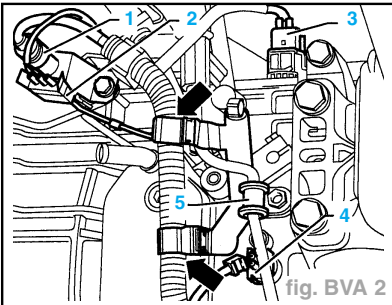

fig. BVA 2
- Défaire les vis de fixation (2) et déposer le boîtier (3) du filtre à air.
- Débrancher les fiches (fig. BVA 2) :
- de raccordement aux électrovannes (fiche à 10 broches) (1),
- du transmetteur de vitesse du véhicule (G68) (2),
- du contacteur multifonction (F125) (3),
- du transmetteur de régime de boîte (G38) (4),